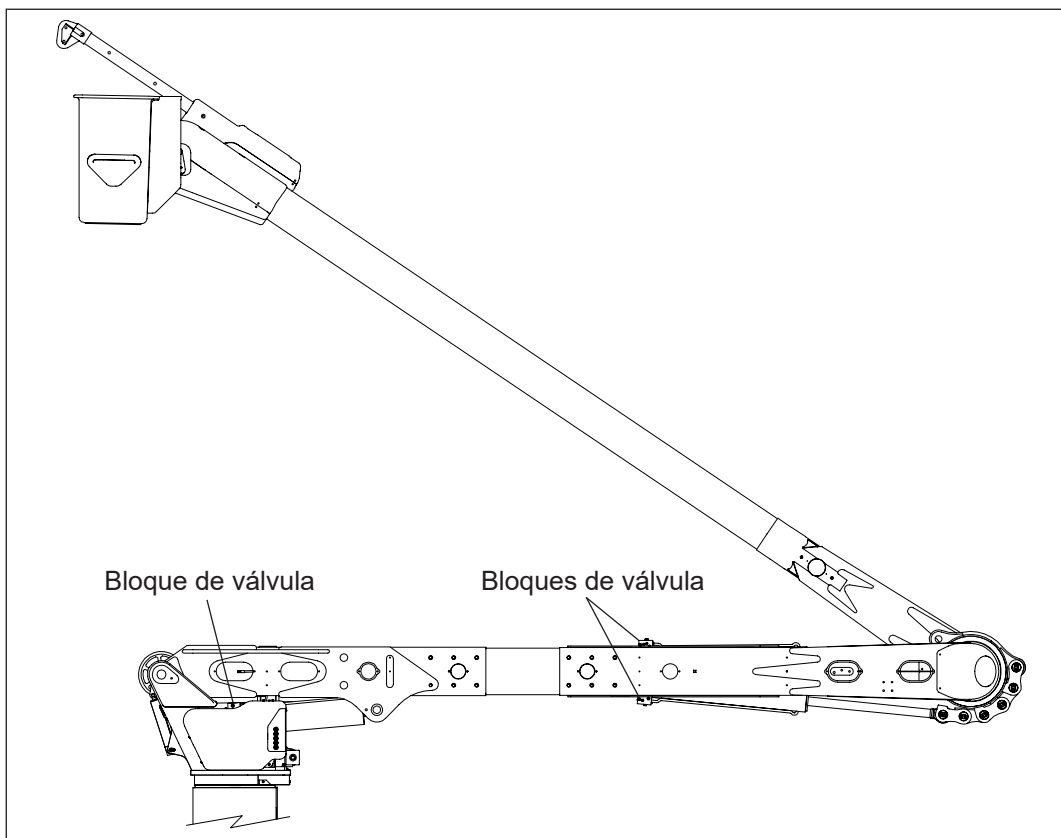

Figura 5.14 — Ubicaciones de la válvula de contrabalance
2. Coloque la válvula de retención de contrabalance en el lado inferior del bloque de la válvula del cilindro inferior de la pluma superior (consulte la Figura 5.14).
1. Ubique la válvula de retención de contrabalance en el bloque de válvula en el extremo de la base del cilindro de la pluma inferior (consulte la Figura 5.14). La válvula de retención de contrabalance para ajustar está en el lateral del vástago del bloque.